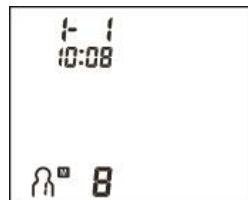

Figura 7
- a. En el modo de espera, presione el botón "**MEM**". El monitor mostrará el símbolo de usuario actual y la memoria total en el área de memoria de usuario (Figura 7).